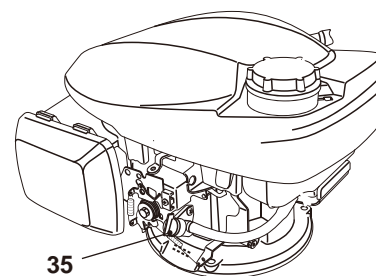

Fig. 25
1. Se placer derrière la poignée (1).
2. Déplacer le levier de la vanne d'essence (35) en position  pour faire tourner le moteur (Fig. 25, étape 1). Lorsque le moteur n'est pas utilisé, mettre le levier de la vanne d'essence (35) dans la position opposée  (pour éviter de noyer le carburateur et réduire le risque de fuite de carburant).